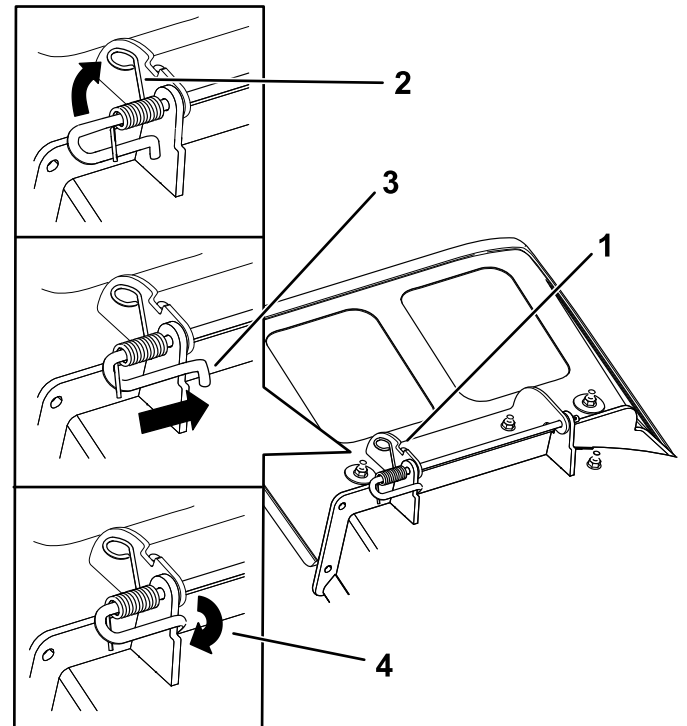

図 79
3. 新しいデフレクタを 図 79 のように、デッキのブラケットの両端にセットする。
5. 図 79 に示すようにスプリングをロッドに取り付けてください。すなわち、スプリングの短い方の端部がロッドの下側から出てきて、ロッドの曲がり部分に上から掛かります。
6. スプリングのもう一方の端部を、デフレクタブラケットのノッチに引っ掛ける 図 79。
7. ロッドスプリングアセンブリを回転させて、ロッドの短い端部がデッキに溶接されているモアのブラケットの裏側に来るようにする 図 79。